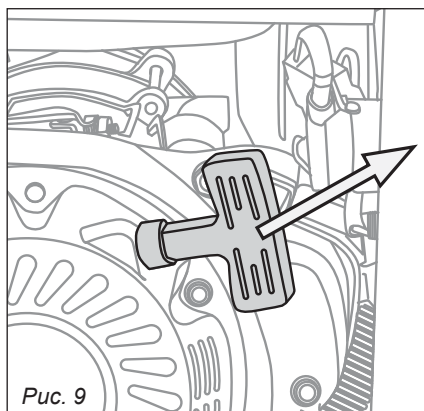

Рис. 9
- Медленно вытяните шнур стартера до тех пор, пока не почувствуете легкого сопротивления (рис. 9). Затем дерните его для запуска двигателя. Аккуратно верните шнур на место. Никогда не допускайте резкого отскока шнура.